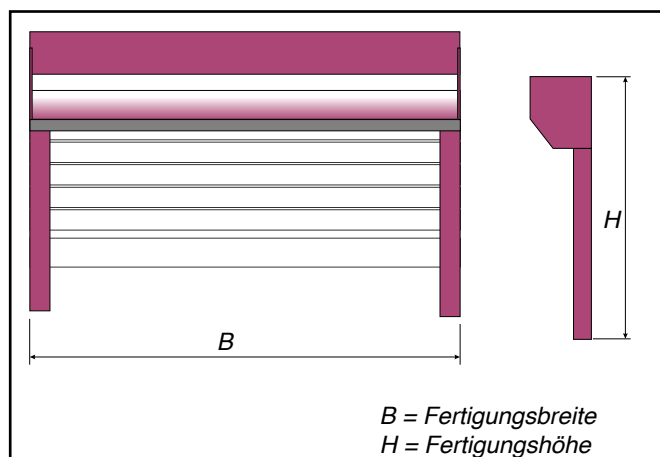

Abb. 1 : Fertigungsmaße als Vorsatzrolläden
- Wird aus 4 Stabtypen zusammengestellt: siehe Abb. 1